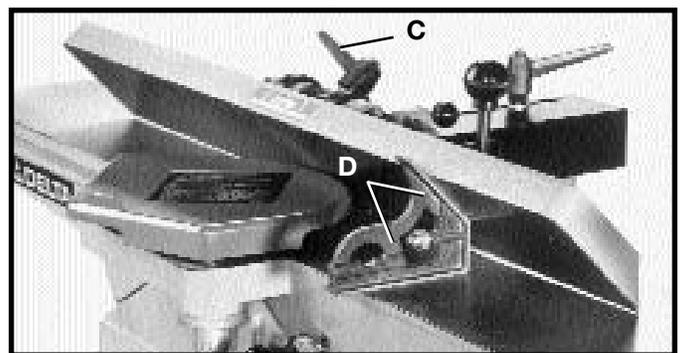

Fig. 53
8. Afloje la agarradera de cierre (C) Fig. 53 e incline la guía hacia adentro lo más lejos posible, como se ilustra aquí, y apriete la agarradera de cierre (C).
9. Utilizando una escuadra (D) Fig. 53, revise si la guía se encuentra a un ángulo interno de 45 grados de la mesa, como se ilustra aquí.